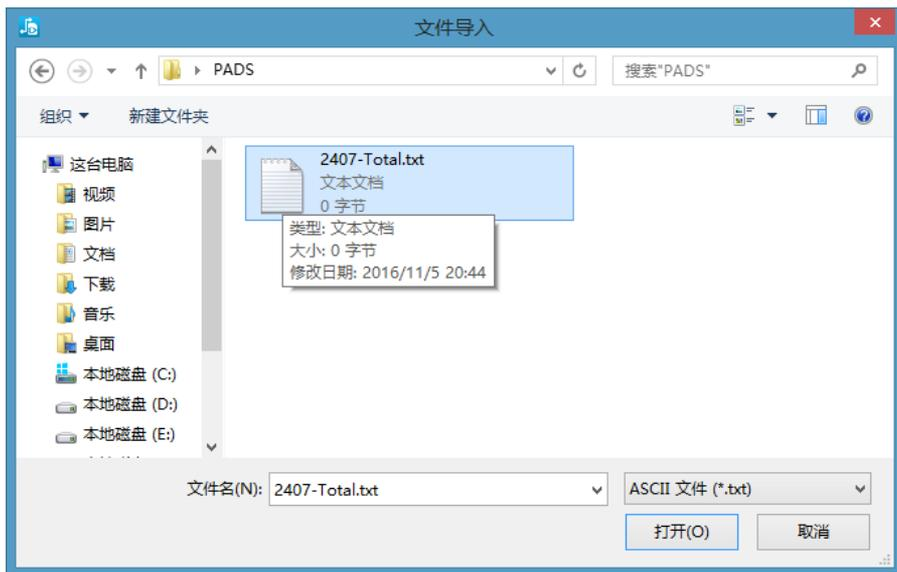

图 2-35 “文件导入”对话框
(2) 保存文件。建立新文件后,可以执行“文件”“保存”命令来保存文件,或直接单击工具栏中的图标。原理图文件的扩展名为.sch。如果需要另外保存为其他名称,则可以执行“文件”“另存为”命令。
(3) 打开文件。执行“文件”“打开”命令,或者直接单击工具栏中的图标,就可以打开已经存在的文件。
(4) 创建 PDF 文档。执行“文件”“生成 PDF”命令,可以创建当前设计文件的 PDF 文档。执行该命令后,系统会弹出创建 PDF 文档对话框,设定需要创建的 PDF 文件名即可。
(5) 导入文件。执行“文件”“导入”命令,将其他文件导入到当前设计文档中,执行该命令后,系统会弹出“文件导入”对话框,此时选择需要导入的文档,如图 2-35 中的 2407-Total.txt 文件。然后单击“打开”按钮即可导入该文件。